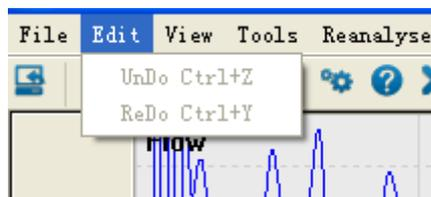

Figura 5-4-2
2. Vi sono due opzioni nel menu "Modifica": "Undo Ctrl+Z" e "Redo Ctrl+Y"(come in Figura 5-4-2).